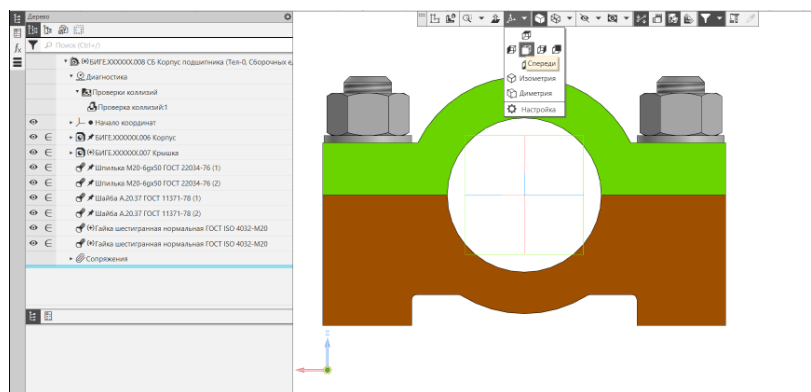

Рис. 2 Изменение ориентации модели сборочной единицы
- **Панель быстрого доступа – Ориентация – Настройка** (рис. 2).